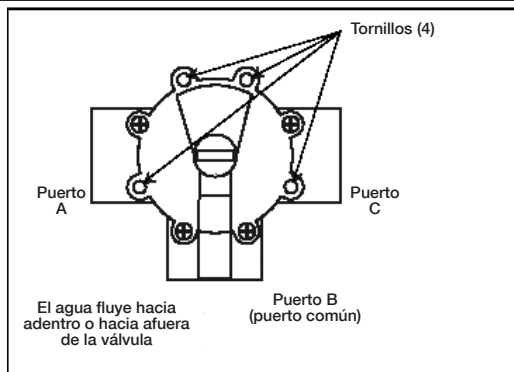

Figura 1. Plomería estándar
2. Con un destornillador Phillips, retire los cuatro tornillos del cuerpo de la válvula como se muestra en la Figura 1.
Plomería estándar: Una válvula de tres puertos es el puerto B (medio), lo que la convierte en el puerto de entrada (común), y los puertos A y C son los puertos de salida (consulte la Figura 1).